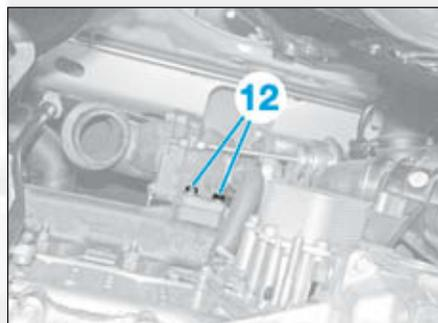

FIG.43
- les 2 écrous inférieurs (12) (Fig.43),